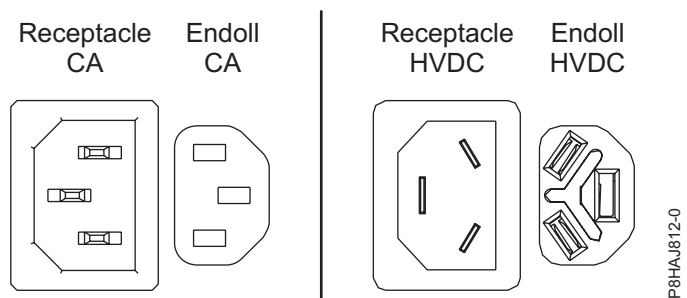
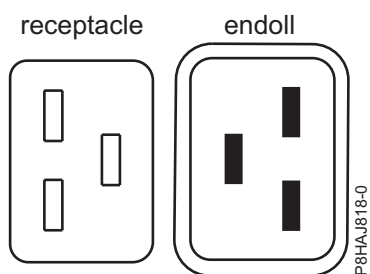
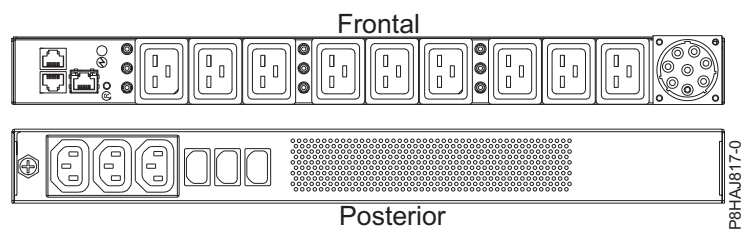

Figura 53. Connectors de CA i d'HVDC
Figura 54. Connectors per al sistema 8408-44E
Figura 55. PDU per al sistema 8408-44E
A Figura 53 a la pàgina 96 es mostren els connectors admesos de corrent alternativa (CA) i de corrent directa d'alt voltatge (HVDC). A Figura 54 a la pàgina 96 i a Figura 55 a la pàgina 96 es mostren els connectors admesos i la unitat de distribució d'alimentació (PDU) per al model 8408-44E.